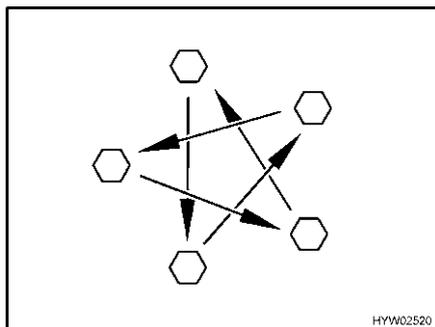

Fig. 195 Serrare a croce i dadi o i bulloni delle ruote
- Controllare regolarmente il serraggio dei dadi o dei bulloni. Regolare il serraggio dei dadi delle ruote o dei bulloni delle ruote di una ruota sostituita dopo circa 50 km (Fig. 195).
- Se si utilizzano cerchi nuovi o riverniciati, regolare il serraggio dei bulloni o dei dadi dopo altri 1000 - 5000 km (Fig. 195).
- ▷ Serrare a croce i dadi o i bulloni delle ruote (Fig. 195).